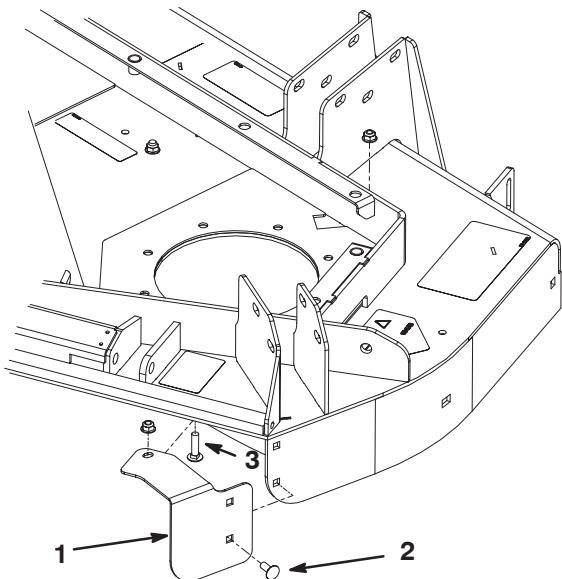

Figure 3
- Montez sans serrer le côté du déflecteur de base droit sur l'angle arrière droit du plateau de coupe avec (2) boulons de carrossier 5/16 x 3/4 pouce et écrous à embase. Positionnez le déflecteur et les fixations comme illustré à la figure 3.
- Montez sans serrer le haut du déflecteur de base sur le plateau de coupe au moyen d'un boulon de carrossier 5/16 x 3/4 pouce et d'un écrou à embase. Positionnez les fixations comme illustré à la figure 3.